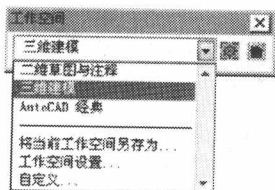

图 1-1 切换到三维建模
(2) 工具栏：单击【工作空间】工具栏中的下拉按钮, 选择【三维建模】选项，如图 1-1 所示。